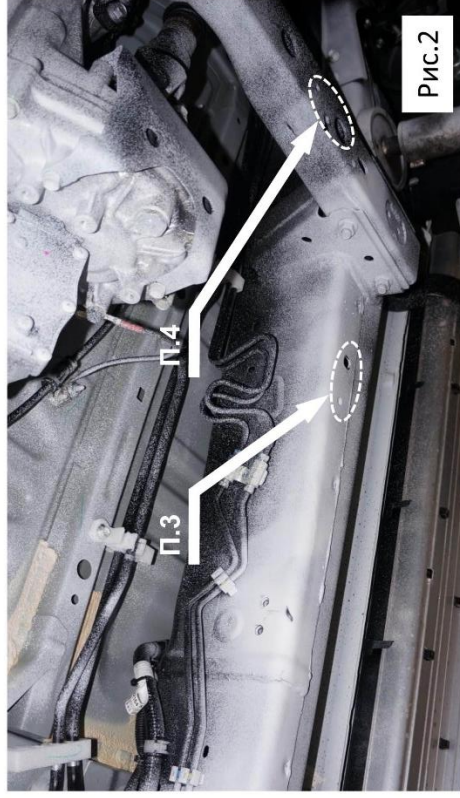

Рис.2
3. Завести через большие отверстия рамы закладные планки М8х70 с левой и с правой стороны (рис. 2, 3) и ввернуть в них на 2-3 оборота болты М8х40.
4. Завести через большие отверстия поперечной балки закладные планки М8х70 с левой и с правой стороны (рис. 2, 3).